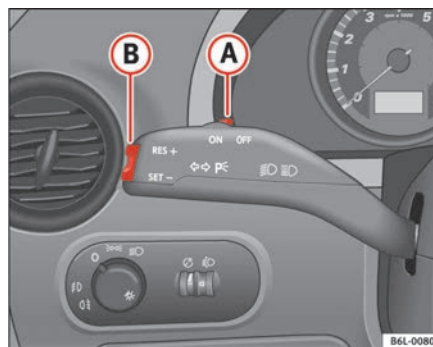

Abb. 104 Blinker- und Fernlichthebel: Schalter und Wippe für die Geschwindigkeitsregelanlage
- Drücken Sie den oberen Teil der Wippe **RES** ⇒ Abb. 104 **(B)**, um die Geschwindigkeit zu erhöhen. Solange Sie die Wippe gedrückt halten, beschleunigt das Fahrzeug. Sobald Sie die Wippe loslassen, wird die neue Geschwindigkeit gespeichert.
Wenn Sie die gespeicherte Geschwindigkeit durch Treten des Bremspedal verringern, ist die Regelung der gespeicherten Geschwindigkeit ausgeschaltet. Sie können durch einmaliges Drücken des oberen Teils der Wippe **RES+** ⇒ Seite 147, Abb. 104 **(B)** die Regelung wieder aufnehmen.